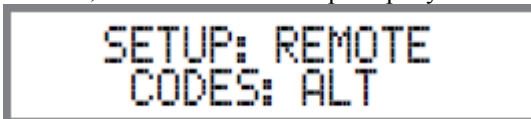

Рисунок 28
2.Поворачивайте регулятор VOLUME для выбора “SETUP: REMOTE, CODES: ALL. Смотрите рисунок 28.